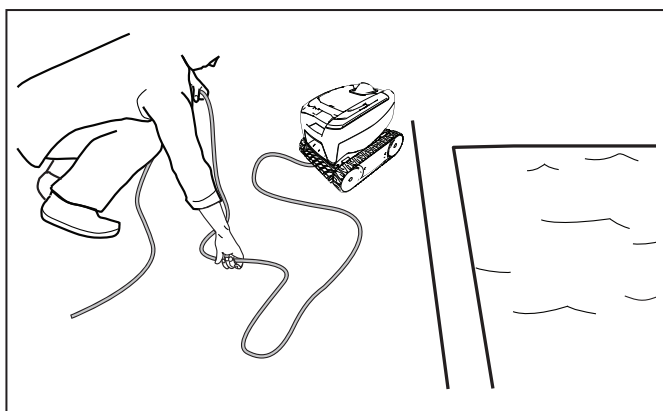

Figure 19. Tender el cable al sol
4. Extraiga el limpiador de la piscina y elimine nudos y torceduras del cable flotante. Comience por el extremo de la cabeza del limpiador. Tienda el cable al sol para que pierda marcas de enredos y torceduras (Figure 19).